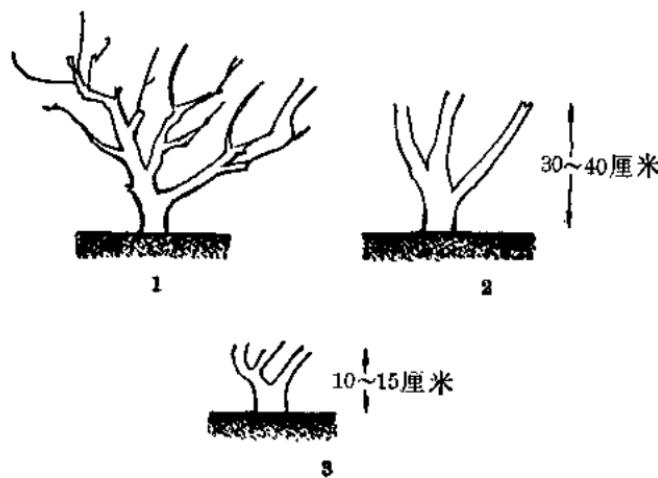

图 9
⑩ 葡萄成年树改接换种一般分两次剪截（图 9）：第一次剪截时先将几个主蔓在冬季修剪时离地面 30~40 厘米处剪截，这次留得长些